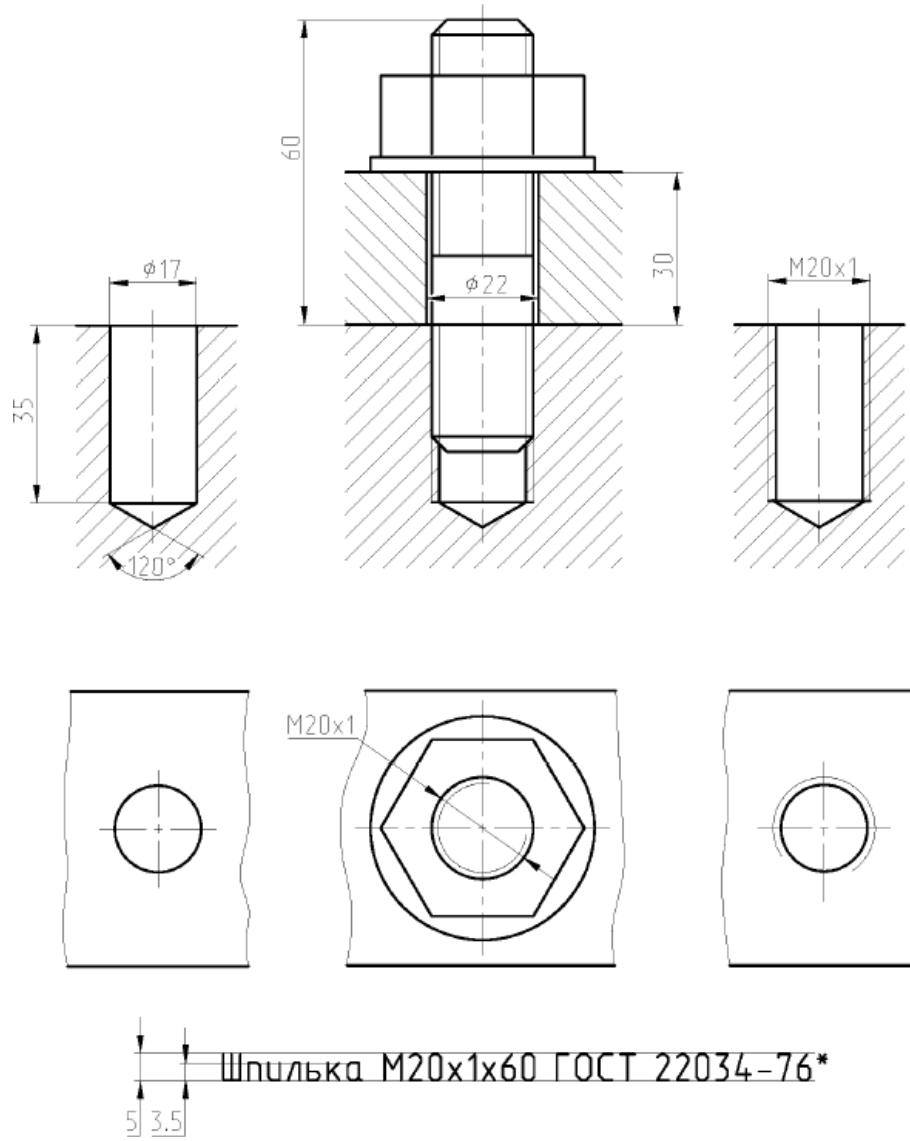

Рис.7. Образец выполнения задания шпилечного соединения
1. Шпилечное соединение требуется вычертить в двух изображениях: главный вид с фронтальным разрезом и вид сверху. Вычертывают также глухое сверленое отверстие и глухое отверстие с резьбой(рис.7).
9. По образцу, приведенному на рис. 7 проставить необходимые размеры.